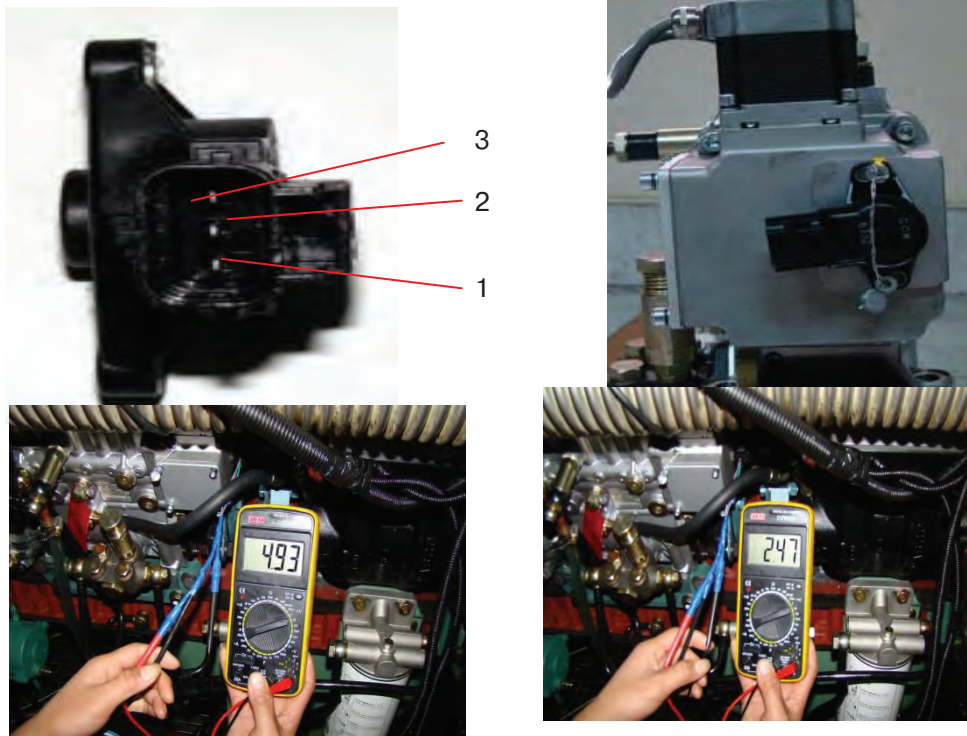

Рис. 15
I. Определение для штырьков датчика свободного хода и датчика положения педали акселератора (см. рис. 15):